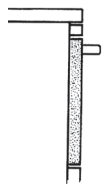

Bild 36
- Backofentür schließen und korrekten Sitz prüfen (Bild 36).